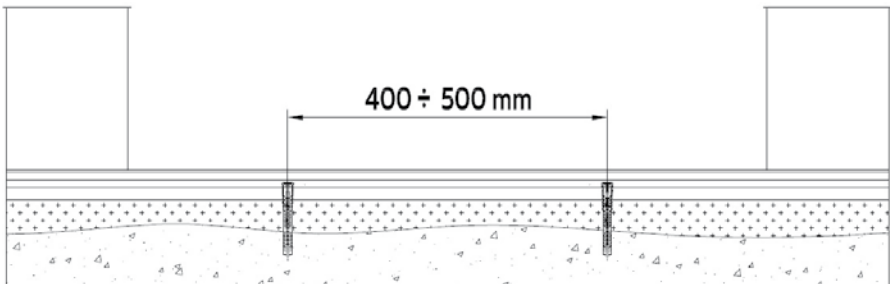
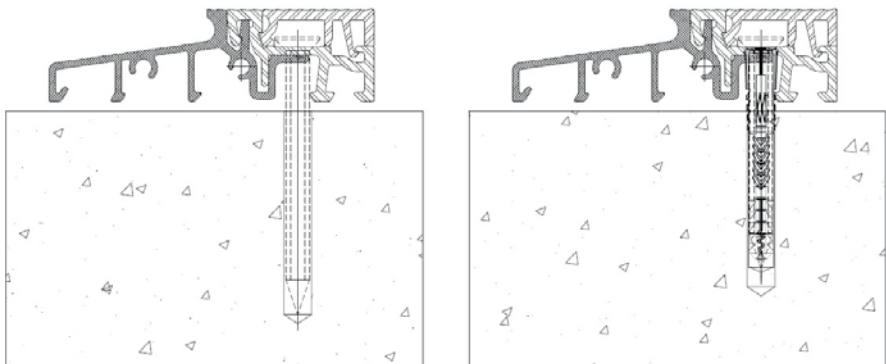

Abb. 9 . Einbau einer Aluminium – Türschwelle mit Nivellierung
Abb. 10 . Türschwelle mithilfe von Dehnschrauben oder Schrauben montiert
12. Beim Einbau einer Aluschwelle muss der Boden unter der Schwelle nivelliert werden (Abb. 9 S.11). Die Aluschwelle muss unbedingt mit Dübel oder Schrauben montiert werden (Abb. 10, S. 11) in einem Abstand von maximal 500 mm zueinander.